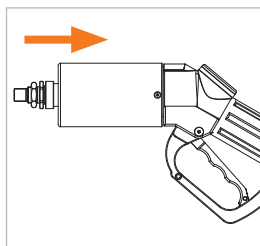

Figure 19
- ▶ Insérez le réceptacle de service WEH® sur le nozzle de ravitaillement jusqu'en butée et maintenez le nozzle dans cette position (position OFF) (Figure 19).